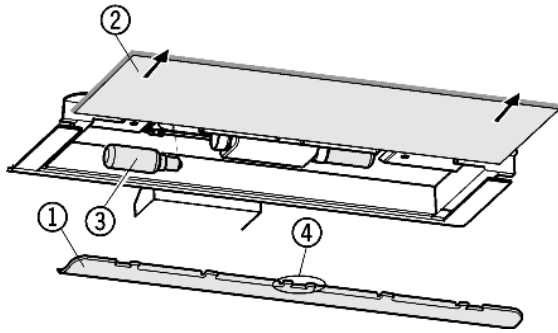

Fig. 19
- ▶ Blende Fig. 19 (1) abnehmen: Mit Finger hinter die Blende fassen und Blende ausrasten.
- ▶ Glasplatte Fig. 19 (2) herausziehen.
- ▶ Glühlampe Fig. 19 (3) auswechseln.
- ▶ Blende wieder aufstecken: rechts und links einrasten und darauf achten, dass der mittlere Haken Fig. 19 (4) über die Glasplatte fasst.